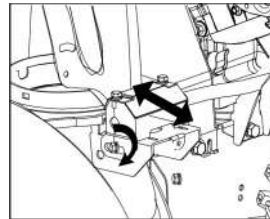

Рис. 38
1. Ослабьте четыре шестигранных гайки (по две с каждой из сторон) и болты. Установите салазки в желаемое положение (рис. 38).